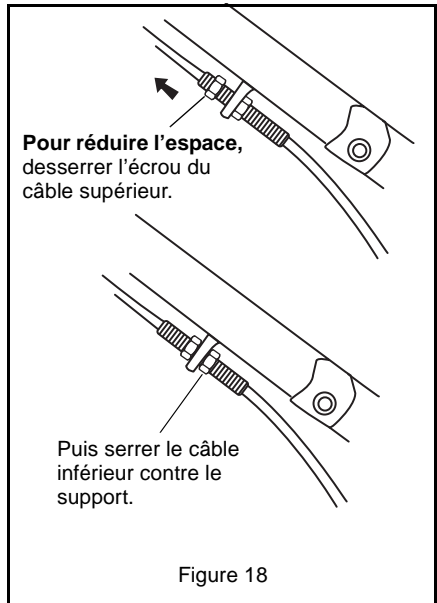

Figure 18
1. Desserrer l'écrou du câble supérieur sur le câble de commande d'entraînement des roues puis serrer l'écrou du câble inférieur contre le support du réglage. Voir Figure 18.